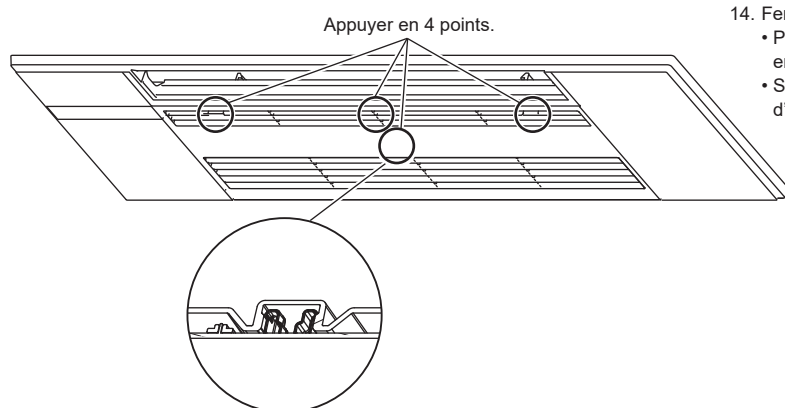

Fig. 8-12
14. Fermez la grille d'admission. (Fig. 8-12)